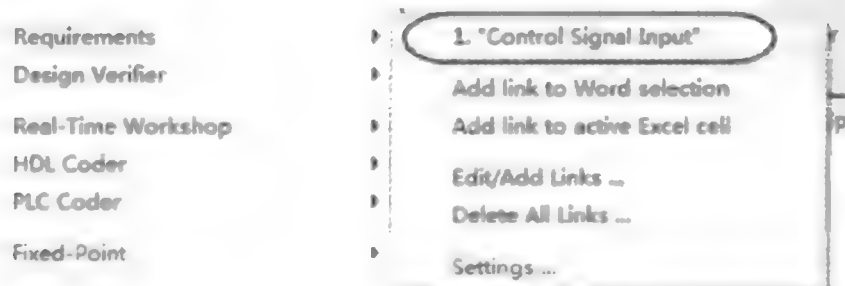
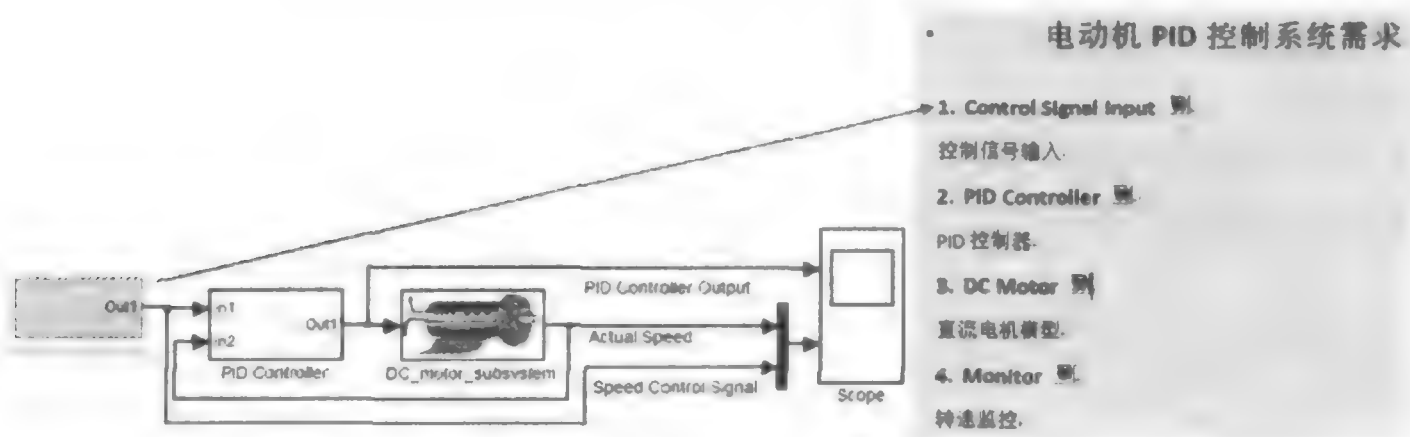

图 9.4.13 模块关联的需求文档
图 9.4.14 关联模块高亮
(4) 再次右击先前的模块,选择菜单项 Tools → Requirements → 1. Control Signal Input,则对应的需求主题词高亮显示,如图 9.4.13、图 9.4.14 所示。